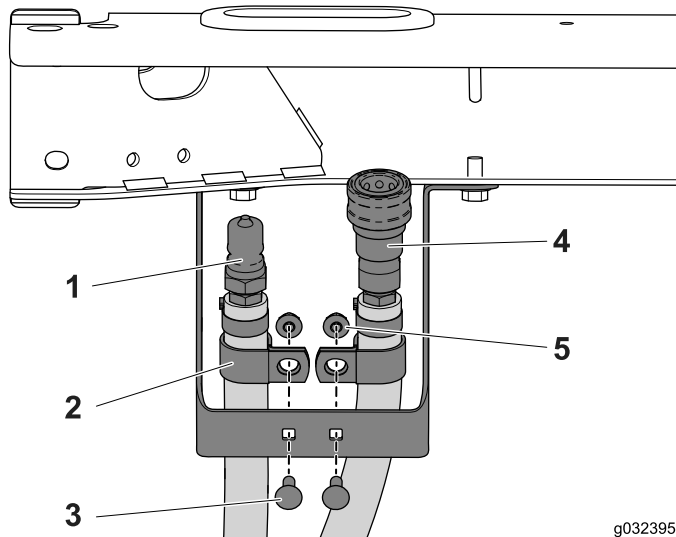

図 28
3. 各ホースに1個ずつRクランプを通す 図 28。
4. キャリッジボルト1/4 x 3/4 インチ2本とフランジナットを使って、Rクランプとホースアセンブリをブラケットマウントに固定する 図 28。